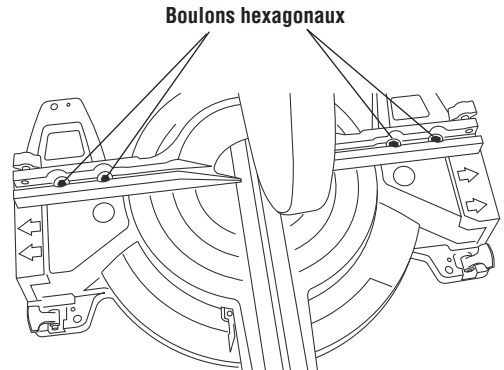

Figure 10. Réglage du guide
- c. Utilisez de l'outil universel (fournie avec modèle 4410 seulement) ou utilisez un 7/16 po douille et desserrez quatre (4) boulons hexagonaux situés derrière le guide. (Figure 10).